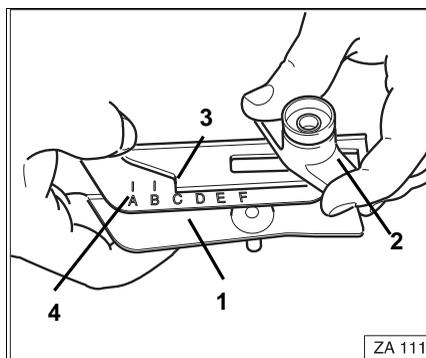

Fig. 35
- En s'aidant du 6-pans intérieur de l'écrou à ailettes (Fig. 35/2), desserrez la vis de fixation de l'extrémité de l'aube de bordure (Fig. 35/1)..
- Positionnez l'arrête de lecture (Fig. 35/3) sur la lettre "E" (épandage en bordure, en conformité avec la directive européenne) ou. "E" (Epandage au-delà de la limite de parcelle) (données valables uniquement pour l'exemple présent) de l'échelle (Fig. 35/4) et resserrez à fond l'écrou à ailettes.
Régalez l'extrémité de l'aube sur une lettre de la partie supérieure de l'échelle (Fig. 35/4):